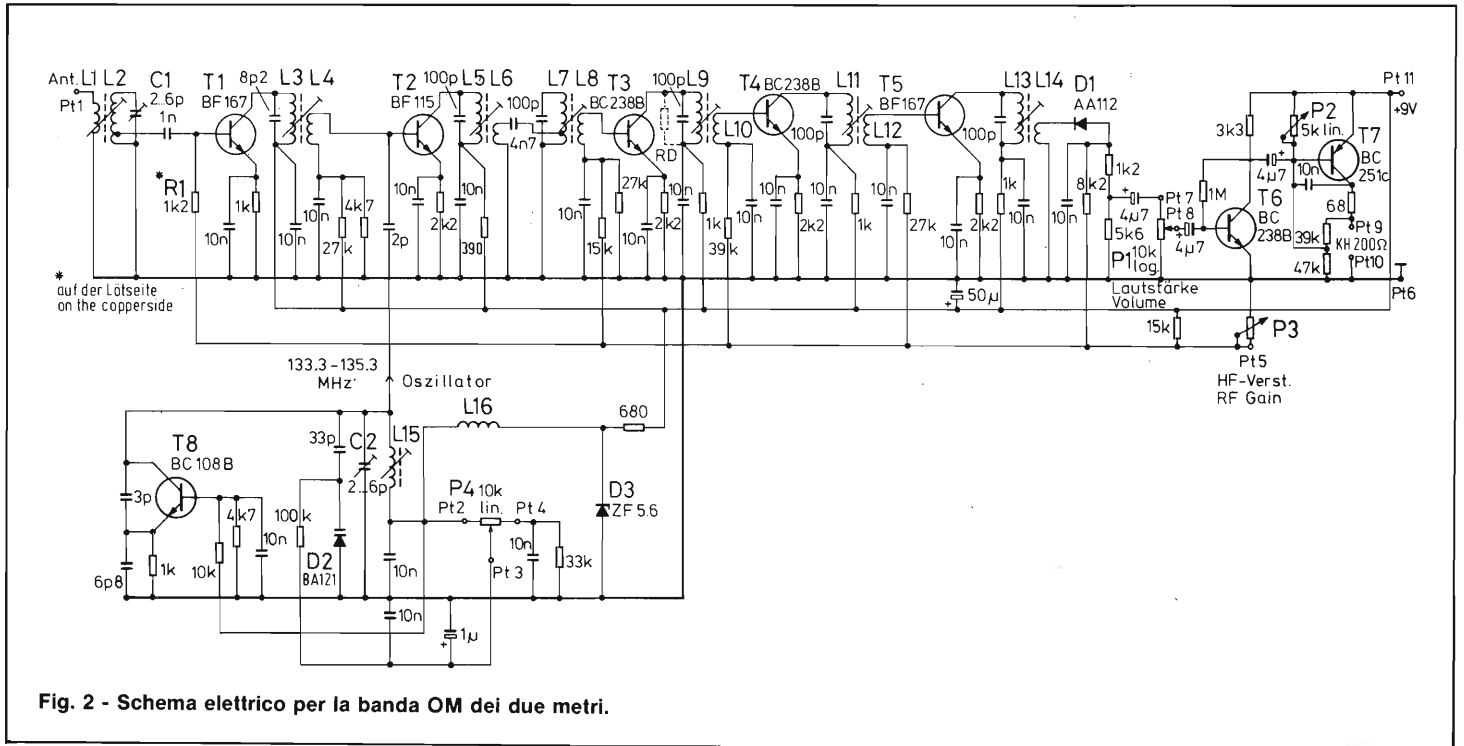

Fig. 2 - Schema elettrico per la banda OM dei due metri.
- piedinatura 2716 come riportato sul numero 10 di Sperimentare (fig. 2)
**Fig. 2 - Configurazione dei piedini della memoria 2716 (e della 2732 a fianco per confronto), tabella dei modi di funzionamento e suo schema a blocchi circuitale. Il disegno è tratto dal catalogo INTEL (Component Data Catalog 1980).**